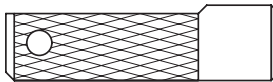

Fig. 2
#### Matrice-mål Fig. 2
1. Standard lamelindsatsen Fig. 4 skrues ved hjælp af skruetrækkeren/aktivatoren Fig 5 ind i matrice-målet Fig. 2 til neutral position Fig. 6.